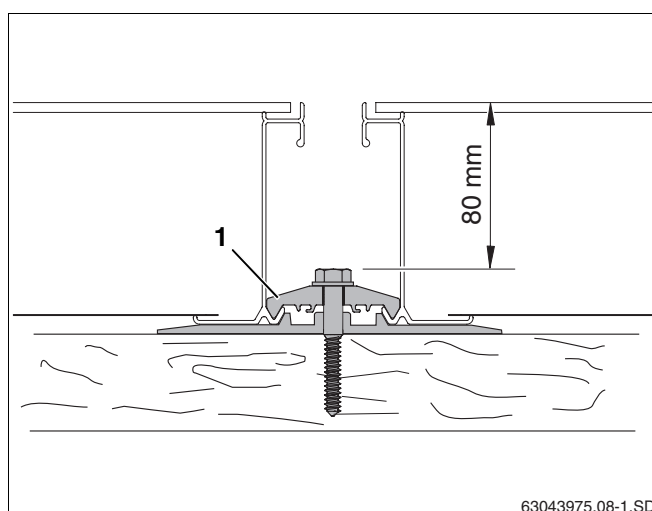

Fig. 29 Avvitamento del giunto di collegamento bilaterale
- Serrare la vite del giunto di collegamento bilaterale (fig. 29, **pos. 1**). A tal fine è necessaria una prolunga di almeno 80 mm.